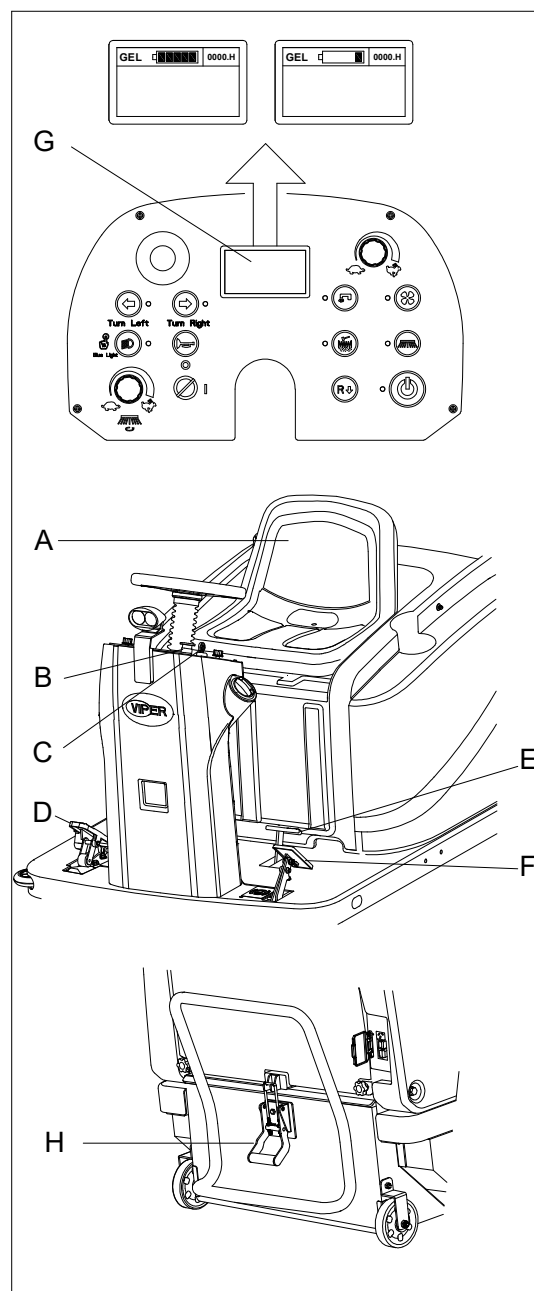

Figura 9
2. Sedersi sul sedile (A, Figura 9), inserire la chiave di accensione (C, Figura 9) e avviare la macchina. (Vedere la procedura indicata nel paragrafo successivo)
3. Verificare il livello della batteria. Se l'icona della batteria sul display LCD (G, Figura 9) indica 5 barre, le batterie sono completamente cariche per l'uso. Se viene visualizzata 1 barra o meno, le batterie devono essere caricate prima del funzionamento. (Fare riferimento al capitolo Manutenzione per la ricarica della batteria)
4. Controllare il freno di stazionamento (F, Figura 9). Il freno deve mantenere saldamente l'impostazione (bloccato) senza essere rilasciato facilmente (segnalare immediatamente tutti i difetti all'Assistenza Clienti Nilfisk).
5. Controllare il corretto funzionamento del pedale flap (E, Figura 9).
6. Premere il pedale dell'acceleratore (D, Figura 9) leggermente, quindi rilasciarlo per verificare se è possibile manovrare in avanti o arrestare la macchina.
7. Per garantire la sicurezza, confermare che la macchina può essere arrestata immediatamente quando si preme il pulsante di arresto di emergenza (B, Figura 9). Accende il pulsante di arresto di emergenza per resettarla.
9. Assicurarsi che la tramoggia (H, Figura 9) sia chiusa correttamente.